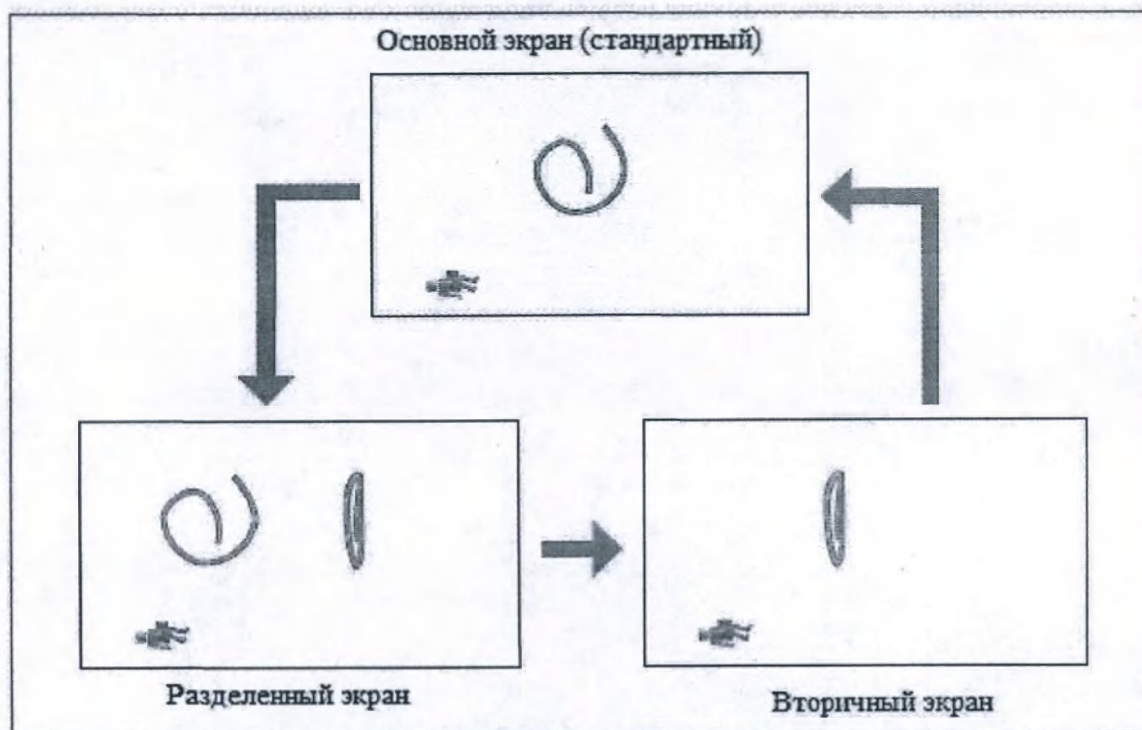

Рисунок 38.
- Каждое нажатие на  переключает вид экрана в следующем порядке: “Разделенный экран” → “Вторичный экран” → “Основной экран (стандартный)” (см. рисунок 38).